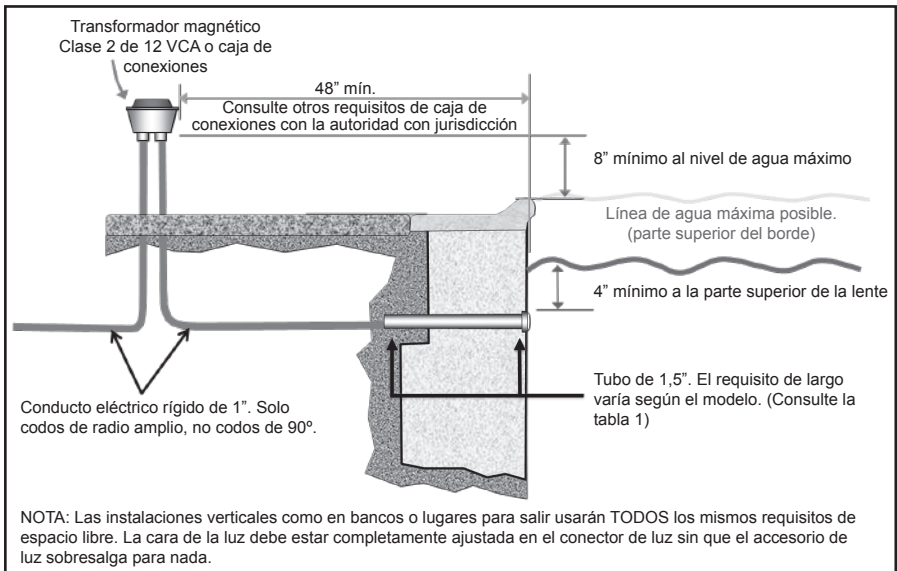

Figura 1. Instalación de la luz LED Jandy® Pro Series con conector estándar plástico de 1,5”
NOTA: El electricista debe llevar a cabo pasos de preparación antes de instalar el accesorio de luz. Consulte la figura 1.
1. La caja de conexiones o el transformador magnético de bajo voltaje deben estar instalados a al menos ocho (8) pulgadas (medidas desde la parte interior del fondo de la caja de conexiones o del transformador) por arriba del nivel de agua MÁXIMO, O a al menos cuatro (4) pulgadas por arriba del nivel del suelo o de la plataforma de la piscina, el que sea mayor. La caja de conexiones o el transformador magnético de 12 VCA deben instalarse también a al menos cuarenta y ocho (48) pulgadas (4 pies) del borde de la piscina. Consulte la Figura 1.
3. Debe instalarse un conector estándar de pared plástica/retorno de 1,5” para que el borde superior de la lente de la luz sumergida esté a al menos 4 pulgadas (10,2 cm) por debajo de la superficie del agua en la piscina. Consulte la Figura 1.